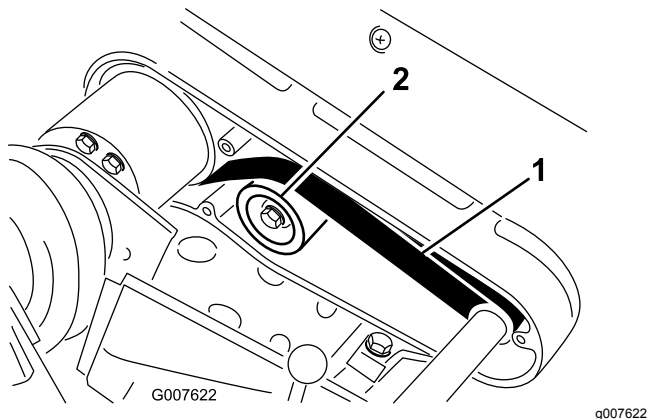

图40
2. 使用 2226N 的作用力按压两个皮带轮图40中间位置的皮带检查皮带的张紧力。
- A. 松开怠轮皮带轮安装螺母并紧贴着皮带背面顺时针旋转怠轮皮带轮直至达到所需的皮带张紧力图40。